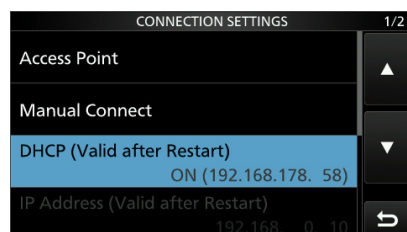
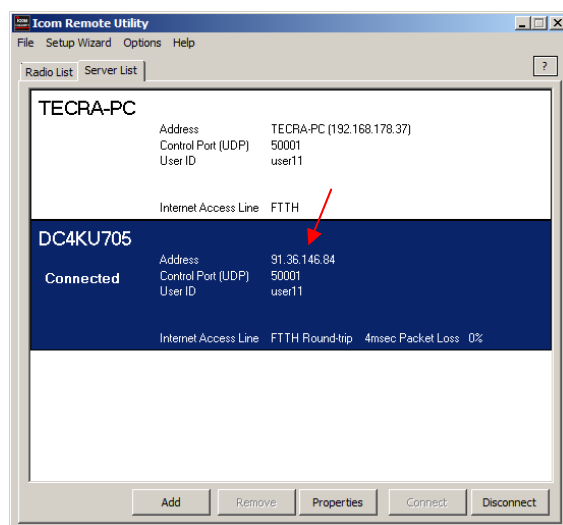

Bild 17: DHCP-Adresse des IC-705: 192.168.178.58
Bild 22: Im Server des IC-705 die "öffentliche IPv4-Adresse" des Routers eintragen
Der IC-705 verfügt über einen eingebauten Server und eine WLAN-Schnittstelle, wodurch sich die Verbindung zur Fernsteuer-Software RS-BA1 vereinfacht (1). Zunächst muß der IC-705 über WLAN mit dem heimischen WLAN-Router verbunden werden. Dazu auf *Menü -> Set* auf *WLAN gehen* WLAN auf *ON* schalten. Dann auf *Connection Settings -> Access Point* und den Zugangspunkt des WLAN-Routers wählen. Das Kennwort (Password) eingeben und anschließend verbindet sich der IC-705 mit dem WLAN-Router. Die DHCP-Adresse des IC-705 erscheint im Display (**Bild 17**), notieren!
Zur Fernsteuerung aus dem Internet, ist es nur noch ein kleiner Schritt. Im Router müssen unter *Netzwerk (DC4KU705) -> Freigaben* die Ports 50001 bis 50003 weitergeleitet werden (**Bild 21**) und als IP-Adresse wird nicht mehr die IP des IC-705 verwendet (**s. Bild 17**), sondern die "öffentliche IPv4 Adresse" des Routers. Diese Adresse findet man im Router unter *Internet -> Online Monitor*, bei mir lautet sie z.B. 91.36.146.84. Dann Icom Remote Utility -> *Server List* öffnen und unter *Adress* die IPv4-Adresse des Routers eintragen (**Bild 22**).